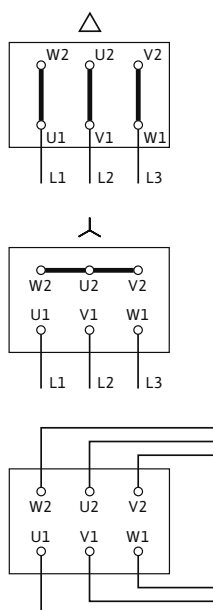

Fig. 17: Подключение к сети
Схема электроподключения находится в крышке клеммной коробки (см. также Fig. 17).
- Подключение к сети зависит от мощности двигателя P2, от сетевого напряжения и от типа пуска. Необходимое переключение соединительных перемычек в клеммной коробке можно определить по следующей таблице «Табл. 4. Распределение клемм» на стр. 106 и Fig. 17.